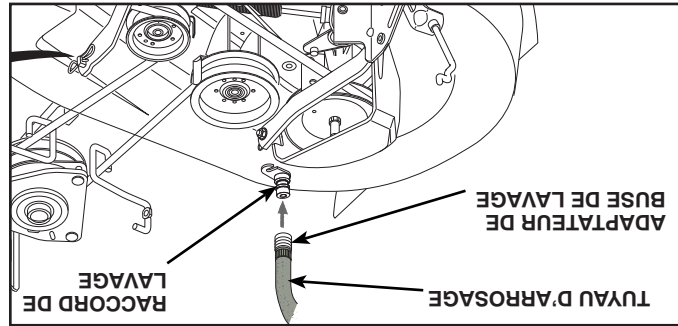

Fig. 26
RACCORD DE LAVAGE DU PLATEAU DE COUPE (Voir La Fig. 26)
4. Tirez sur la colerette de blocage de l'adaptateur de la buse de lavage puis poussez l'adaptateur sur le raccord de lavage du plateau de coupe situé à l'extrémité gauche du plateau de lavage. Relâchez la colerette de blocage pour bloquer l'adaptateur sur la buse de lavage. (Voir La Fig. 26)